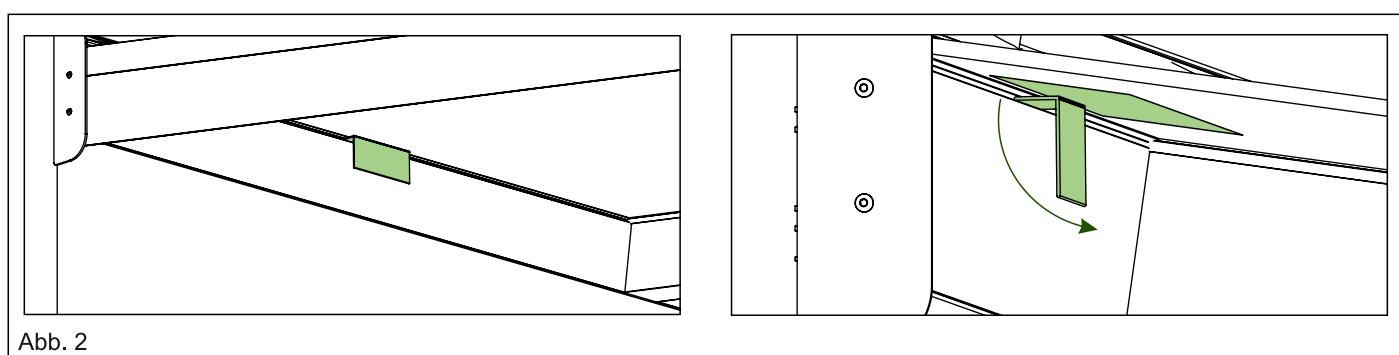

Abb. 2
3. Bevor Sie die Klickplatten der Terrassenüberdachung mit dem Winkelwerkzeug entfernen, setzen Sie entweder Stoff, Karton oder ein Plastik Schicht zwischen Winkelwerkzeug und Glasscheibe. Damit verhindern Sie ein Zerkratzen der Glasscheibe. Entfernen Sie alle Klickplatten vom Wandprofil mit dem mitgelieferten Winkelwerkzeug. (Siehe Abb. 2)